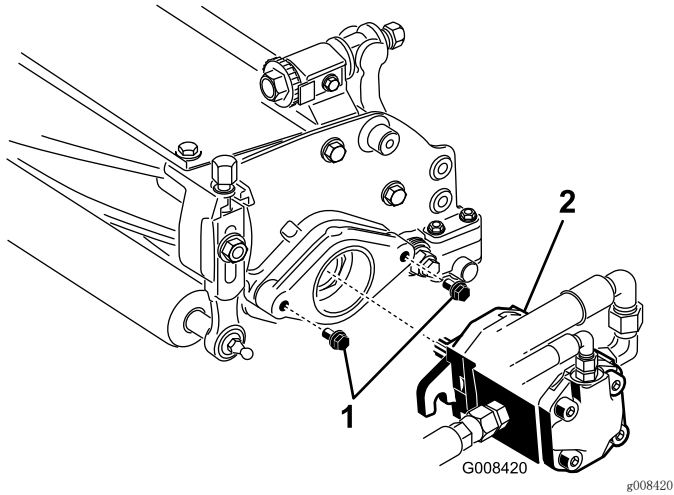

图11
7. 确保每个滚刀驱动马达安装螺栓都有大约 13mm 的螺纹露在外面（图11）。
8. 在马达花键轴上涂抹干净的润滑脂，然后安装马达，首先顺时针旋转马达，使马达法兰脱离螺栓。逆时针旋转马达，直至法兰环绕住螺栓（图11）。
9. 然后旋紧安装螺栓（图11）。